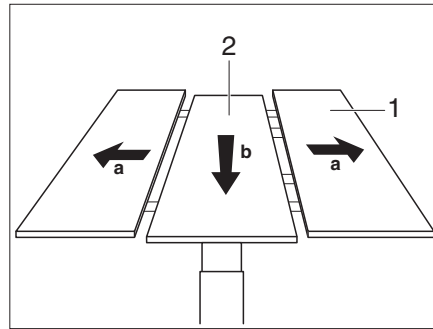

Fig. 97 Relever la partie médiane
- Ecarter l'une de l'autre les parties extérieures (Fig. 97,1) de la table.
- Presser la partie médiane (Fig. 97,2) de la table fortement vers le bas. La partie médiane est poussée vers le haut par la force du ressort.
- Presser la partie médiane (Fig. 97,2) de la table fortement vers le bas. La partie médiane se verrouille dans la position inférieure.